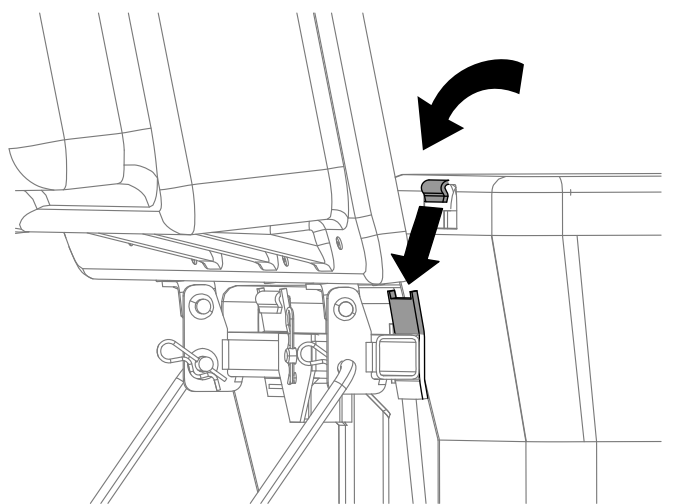

Figura 16
4. Levante la tapa del ensacador e instale las bolsas, colocando el enganche del bastidor de cada bolsa sobre los soportes de retención (Figura 16).